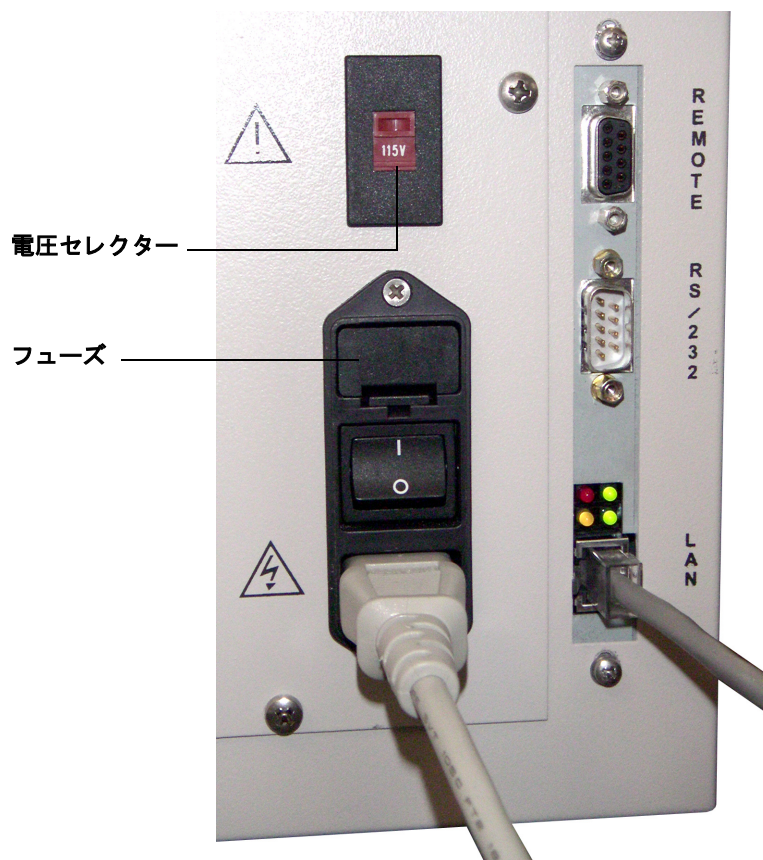

図 5 トランスファーラインリリースタブ
- 2 トランスファーラインは、Headspace Sampler の側面から離します。ラインを固定しているプラスチックのカラーを開きます。リリースタブを押すには、必要に応じて、小型のマイナスドライバーを使用します。図 5 を参照してください。